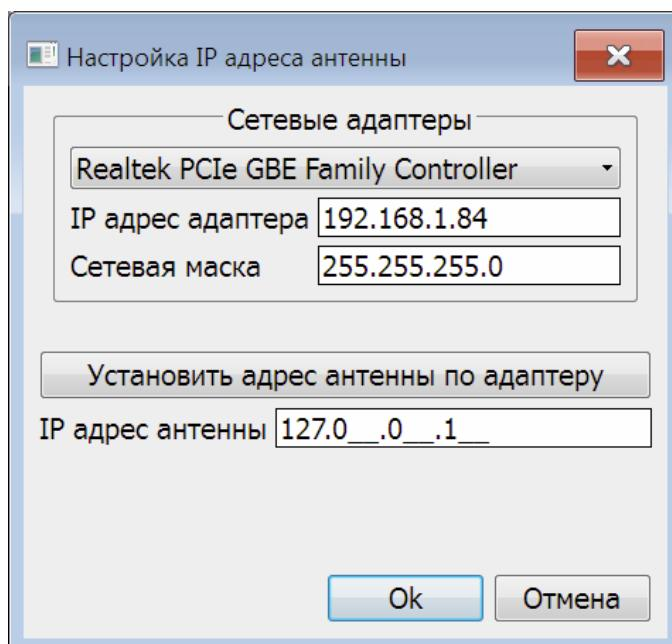

Рис. 7.9 - Окно настройки IP адреса антенны
- Кнопка «**Настройка IP адреса антенны**» - открывает окно настройки IP адреса антенны, представленное на Рис. 7.9 (подробнее см.ниже).